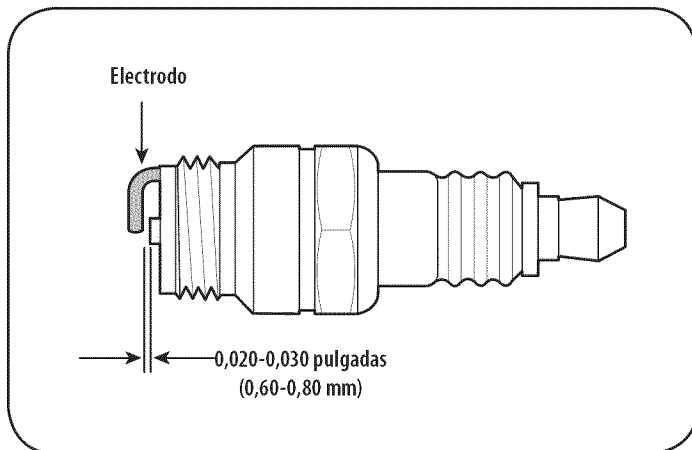

Figura 14
3. Mida la separación de bujía con un calibre. Corrija de ser necesario torciendo el electrodo lateral. Vea la Figura 14. La separación debe establecerse entre 0,020 y 0,030 pulgadas (0,60-0,80 mm).